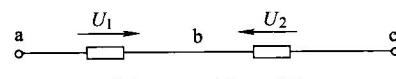

图 1-14 例 1-5 图
**【例 1-5】** 图 1-14 所示电路中，电压  $U_1$ 、 $U_2$  的参考方向已用箭头标出。已知  $U_1 = -5V$ ， $U_2 = 2V$ 。试问：1) 电路中 a、b、c 三点的电位高低情况如何？2) 电压  $U_{ac}$  和  $U_{ca}$  各为何值？